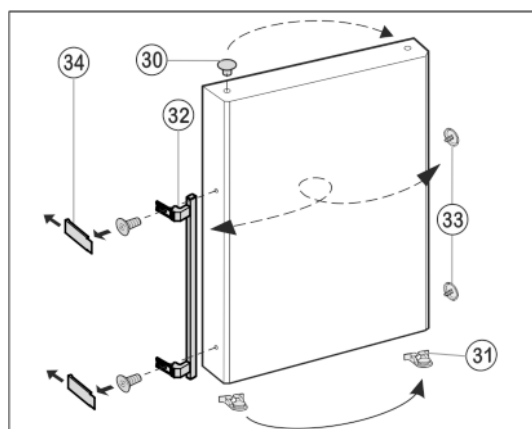

Fig. 12
- ▶ Enlever le bouchon *Fig. 12 (30)* du coussinet de la porte et le permuter de l'autre côté.
- ▶ Démontez la poignée de porte *Fig. 12 (32)*, les bouchons *Fig. 12 (33)* et les plaques d'appui* *Fig. 12 (34)* et les permuter sur le côté opposé.